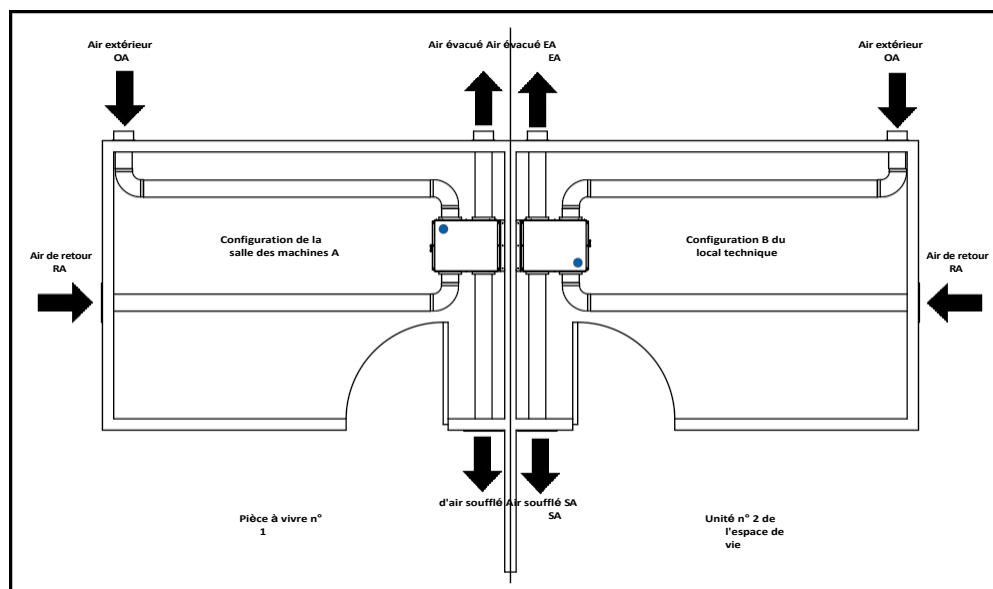
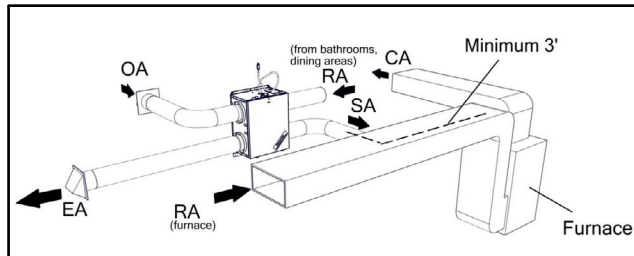

FIGURE 2.2.0 DISPOSITIONS SYMÉTRIQUES
FIGURE 2.2.1 PRISE D'AIR DE RETOUR SÉPARÉE — AIR D'ALIMENTATION VERS LA CHEMINÉE DU FOURNAIS — CONDUIT D'AIR DE RETOUR
- Air d'alimentation frais (SA) : ce conduit achemine l'air frais et conditionné depuis le VRE vers un emplacement souhaité dans le logement. Ce conduit peut se terminer par une grille au sol ou murale d'une surface d'au moins 28 pouces carrés. Il est également possible de raccorder le conduit d'air soufflé directement au conduit d'air de retour ou au conduit d'air soufflé du système principal de chauffage et de climatisation. En cas de raccordement au conduit d'air de retour principal, il doit se trouver à au moins 3' du plénum de retour afin de minimiser l'effet d'aspiration du ventilateur de la chaudière.
- Conduit d'air de retour intérieur (RA) : ce conduit recueille l'air intérieur au niveau des grilles de retour et le fait passer par le VRE pour la récupération d'énergie avant de l'évacuer vers l'extérieur.
- Conduit d'évacuation vers l'extérieur (EA) : ce conduit évacue l'air vicié de l'intérieur vers l'extérieur après son passage dans le noyau de récupération d'énergie. Il se termine normalement par un chapeau d'évacuation situé sur un mur extérieur de la résidence.
- Les flux d'air peuvent être inversés lors de l'installation. Il s'agit d'une installation acceptable qui n'affecte ni les performances de l'appareil ni la garantie, voir la figure 2.2.0. Les appareils en miroir peuvent nécessiter soit pivoté de 180 degrés lors de l'installation et que la configuration du flux d'air soit modifiée lors de la mise en service, voir la figure 2.2.0. S'il est associé au TC1+, la configuration du flux d'air peut être sélectionnée numériquement pour correspondre à la configuration A ou B ; se reporter à l'autocollant apposé sur l'ERV. Voir les figures 1.1.0 et 1.1.1 pour plus d'informations.
REMARQUE : la disposition en miroir ne se limite pas à la figure 2.2.0 et s'applique aux figures 2.2.1 à 2.2.4.
Les figures 2.2.1 à 2.2.4 illustrent quelques méthodes d'installation courantes.
REMARQUE : pour les appareils à flux d'air symétriques, les figures 2.2.1 à 2.2.4 sont inversées.